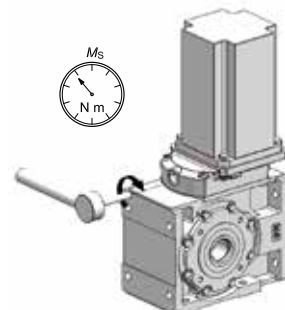

fig. 4
- completar com chave dinamométrica o aperto até alcançar o torque de aperto indicado na tabela (ver pág. 12). Durante esta operação é aconselhável não modificar a posição axial do colar de bloqueio, ver fig. 4);